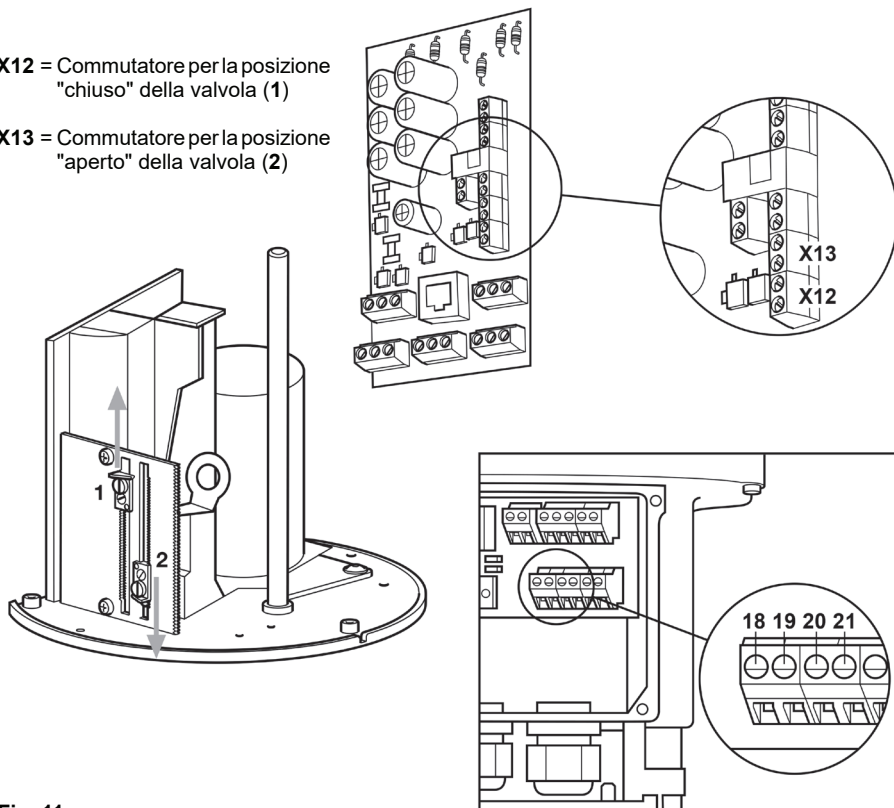

Fig. 11
Tutti gli attuatori possono essere dotati d'interruttori addizionali (fig. 11), montati sulla squadretta a lato degli interruttori standard.
Al paragrafo 3.5.6 è presente lo schema di cablaggio degli interruttori ai terminali. Sistemare i commutatori di posizione "estesa" e "ritratta" rispettando le posizioni (1) e (2) illustrate in Fig. 11. Inserire gli interruttori di limite ausiliari in posizione adiacente all'interruttore esistente mediante un semplice collegamento a innesto. Rimontare la piastra di commutazione e stringere le viti.